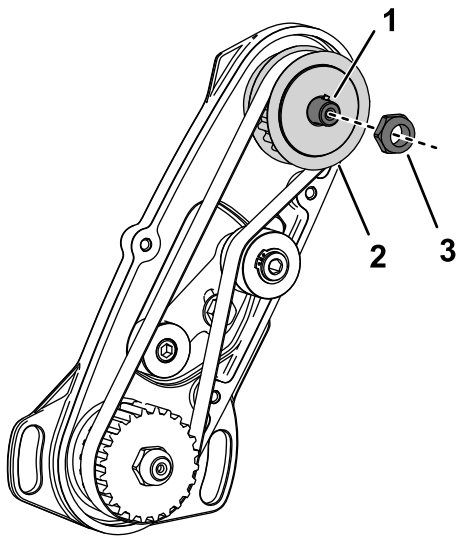

Figura 7
3. Mientras se restringe el movimiento de la polea de transmisión, retire la tuerca del árbol de transmisión del molinete (Figura 7)